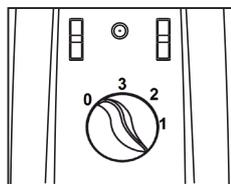

Figura 10
• Este ventilador possui um seletor com 03 velocidades. Para acionar o ventilador, gire o seletor iniciando da velocidade maior até o menor sentido horário (figura 10).